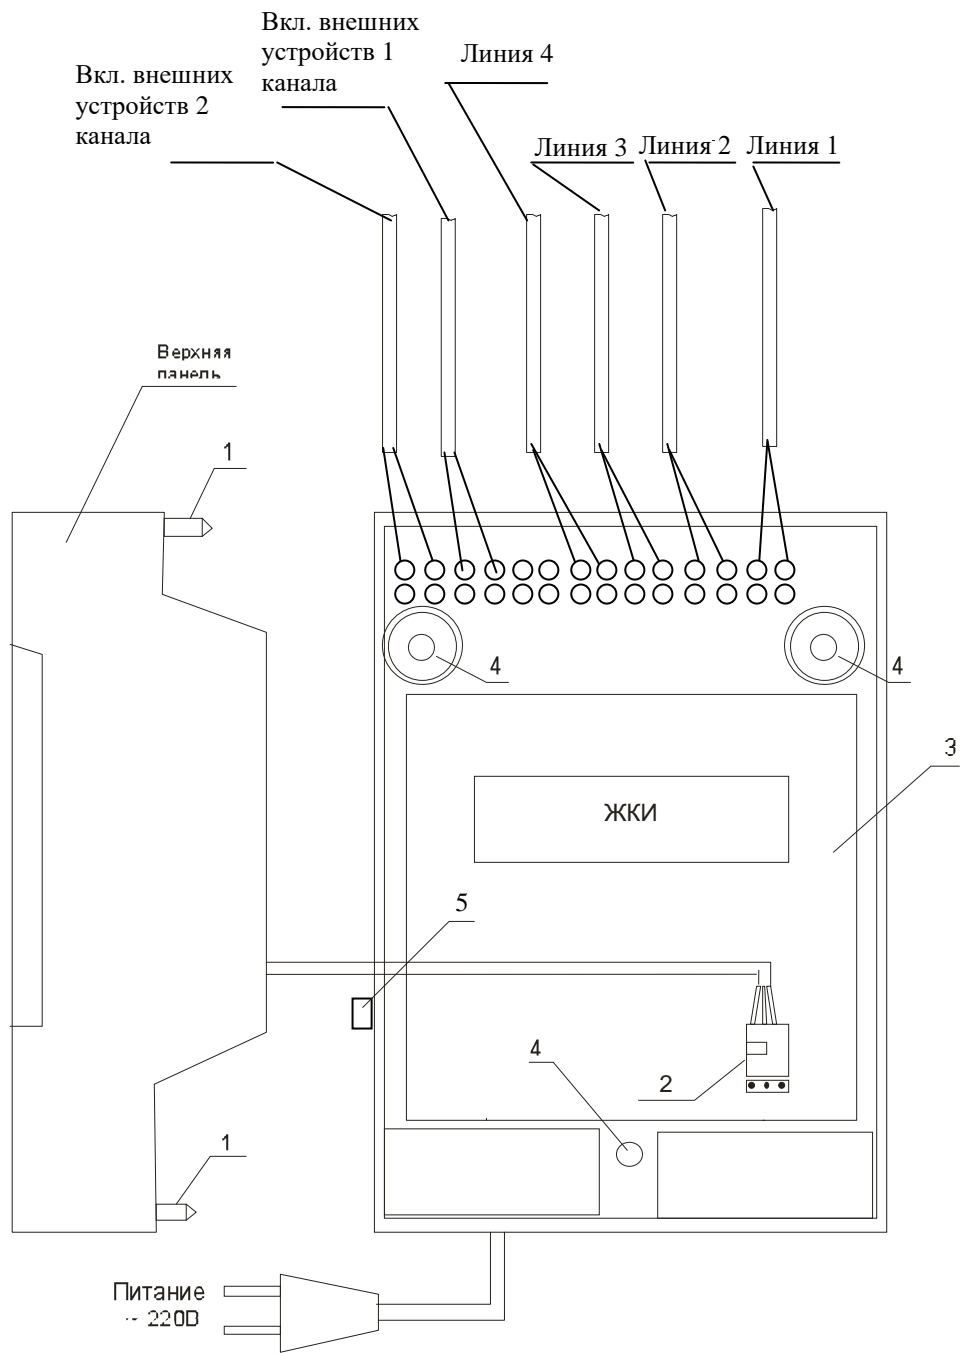
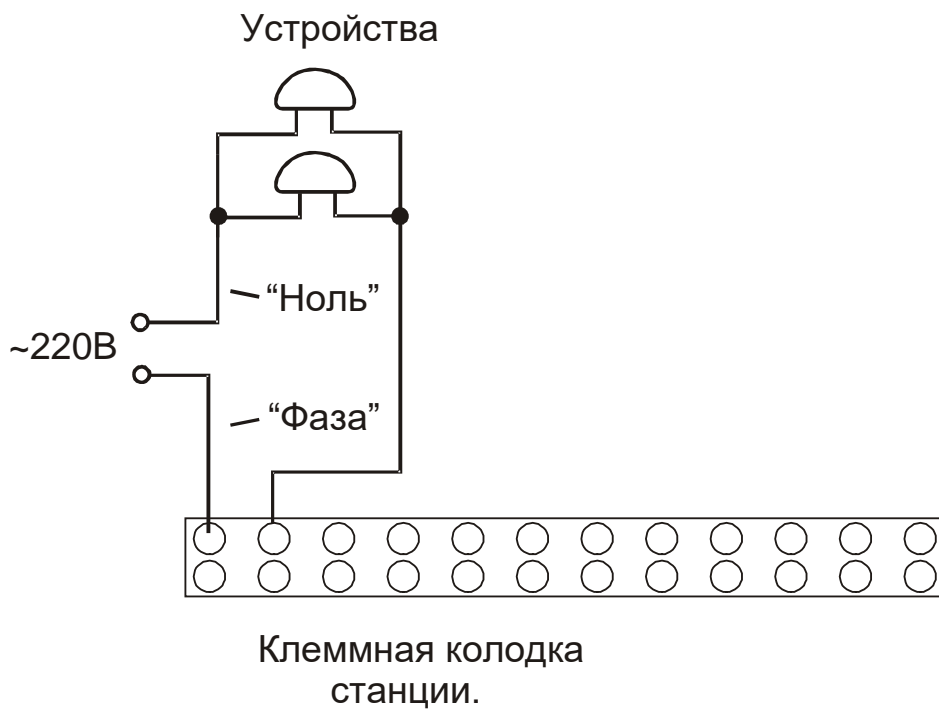

Рис. 1.
Рис. 1-1
Должны быть смонтированы две линии включения внешних устройств по схеме аналогичной изображенной на рис. 1-1 (схема для второго канала). В соответствии с рис. 1-1 питание на внешние устройства должно подаваться извне (не используется электропитание часовой станции). При этом реле часовой станции замыкает (подключает) фазу внешнего электропитания на внешние устройства в соответствии с установленной программой.
4.1. Выверните четыре винта 1, расположенных на верхней панели ЧС (см. Рис.1). Осторожно снимите верхнюю панель и отсоедините разъем 2, соединяющий кнопки с печатной платой 3.
4.4. Подсоедините линии вторичных часов в соответствии со схемой рис.1.
4.5. Смонтируйте линию включения внешних устройств второго канала в соответствии со схемой рис.1-1. Линия включения внешних устройств первого канала монтируется аналогично схеме для канала 2: две клеммы первого канала включения устройств находятся справа от клемм второго канала как показано на рис.1.